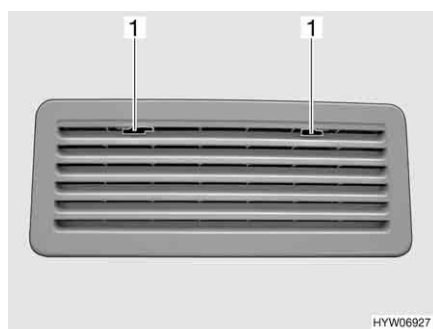

Fig. 148 Griglia di aerazione del frigorifero (Thetford)
- Spingere verso il centro l'arresto (Fig. 148,1).